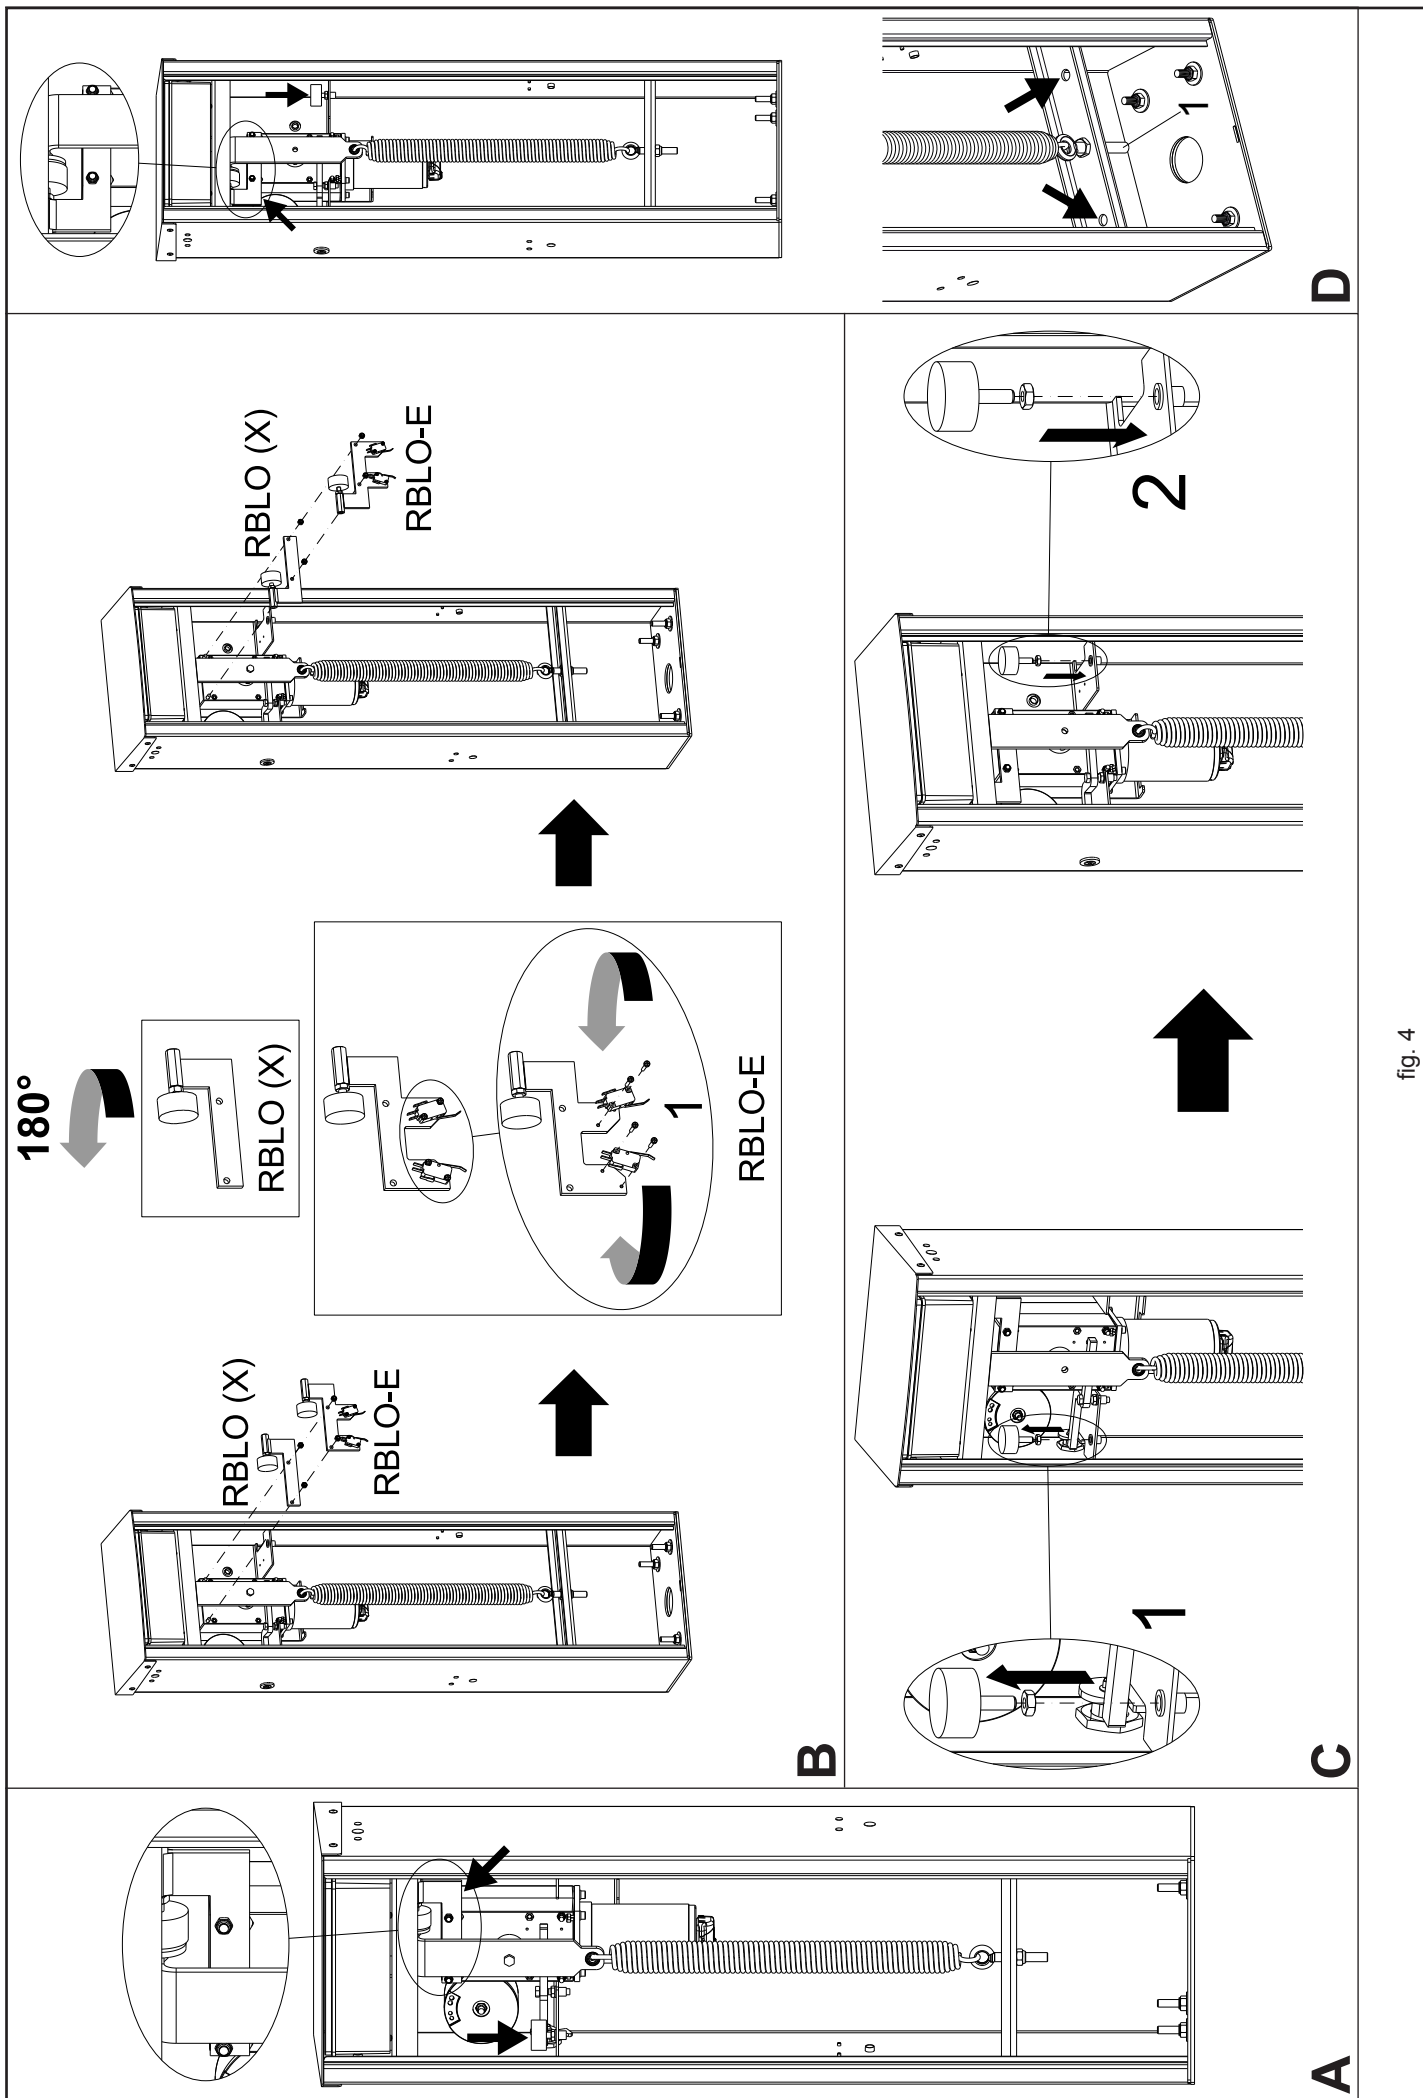

fig. 4
- 1_ Die Schranke kann nach rechts (RE) funktionieren, wenn die Platten wie in A - Abb. 4 montiert ist.
- 2_ Die Schranke kann nach links (LI) funktionieren, wenn die Platten wie in D - Abb. 4 montiert ist.
- 1_ nachdem Muttern und Unterlegscheiben entfernt worden sind, die obere Halterung (B, Abb. 4) abmontieren, um 180° drehen und erneut befestigen;
RBLO-E: Entfernen Sie die Endanschlüsse und befestigen Sie sie an der der Halterung gegenüberliegenden Seite (1 B Abb. 4);
- 2_ Entfernen Sie nun die mechanische Sperre (1 C Abb. 4) mit der entsprechenden Mutter und befestigen Sie sie auf der dem Schrank gegenüberliegenden Seite (2 C Abb. 4);
BITTE BEMERKEN: sollte beim Auswuchten eine höhere/senkere Last als vorgesehen notwendig sein, muss die Öse (1 D, Abb. 4) im Loch nach rechts oder links verschoben werden, um die Last zu erhöhen bzw. zu verringern.